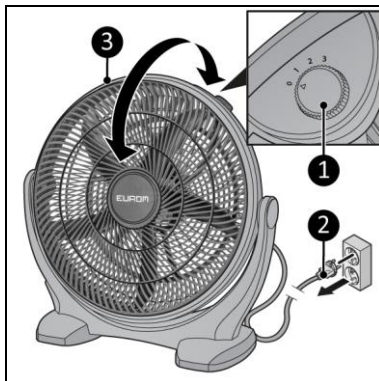

Figure 5
1. Tournez le bouton de commande (figure 5, pos. 1) sur le réglage souhaité :
1. Assurez-vous que le bouton de commande est en position OFF (figure 5, pos. 1).
2. Poussez la partie principale (figure 5, pos. 3) avec précaution dans la position souhaitée.
2. Retirez la fiche d'alimentation de la prise de courant (figure 5, pos. 2).